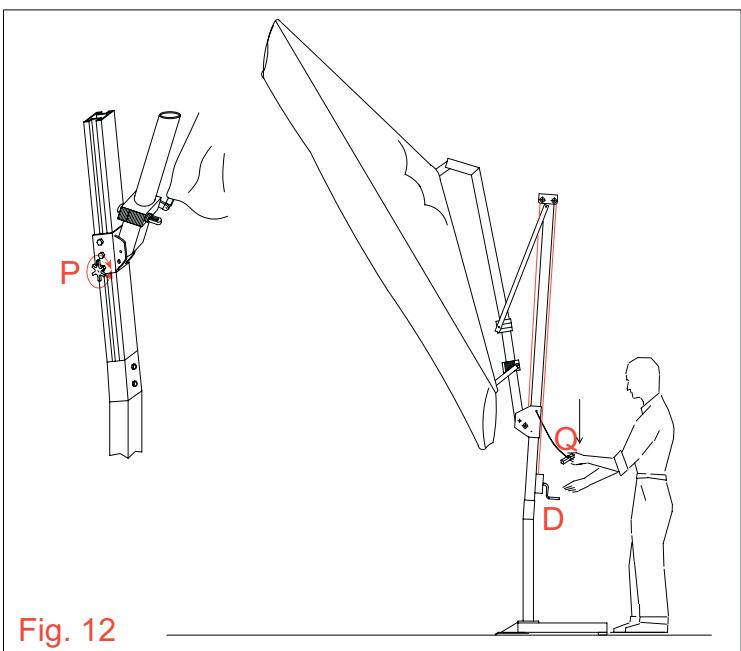

Fig. 12
2. (fig. 12) Quand l'inclinaison désirée est atteinte, tourner en sens horaire la manette (P) pour bloquer le support coulissant (L). Si nécessaire tensionner la toile en tournant la manivelle (D) en sens horaire.
3. Pour porter la toile en position horizontale, débloquer le support coulissant (L) en tournant en sens anti-horaire la manette (P) et tournant la manivelle (D) en sens horaire.